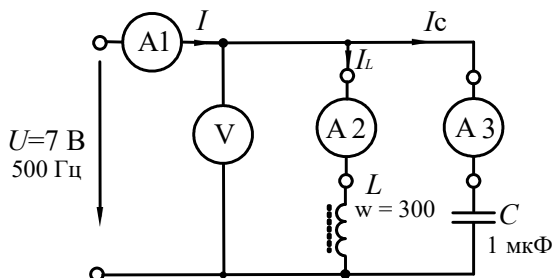

Рисунок 13 – Схема экспериментального исследования разветвленной цепи LC
3.1. Соберите цепь согласно схеме (рис. 13), подсоедините регулируемый источник синусоидального напряжения и установите его параметры: $U=7$ В, $f=500$ Гц. В качестве индуктивности с малым активным сопротивлением используйте катушку трансформатора 300 витков, вставив между подковами разъемного сердечника полоски бумаги в один слой (немагнитный зазор).